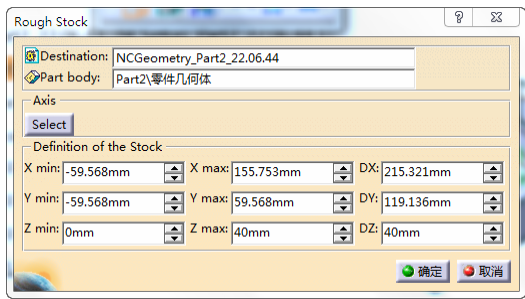

图 2-15 “Rough Stock”对话框图
2) 在图形区用一个线框包围整个零件，“Rough Stock”对话框下部将显示毛坯尺寸，如图 2-15 所示。读者可根据需要编辑毛坯尺寸数值。